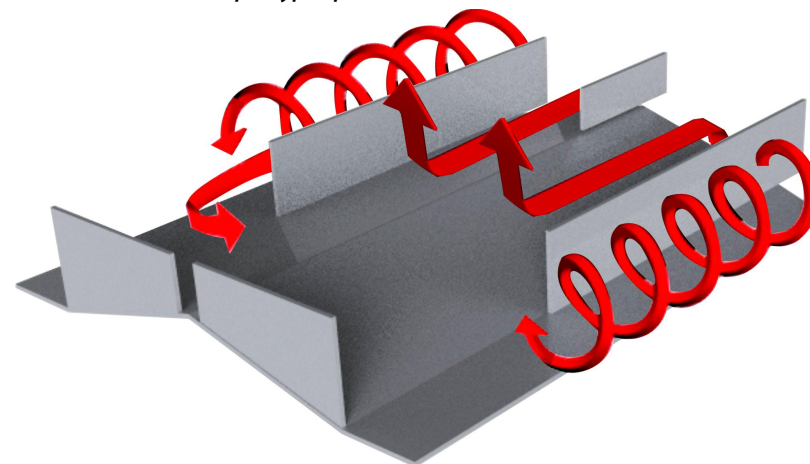

Рисунок 9.5.1. Вихревой эффект в топке печи. Система VORTEX.
**Примечание:** Вихревой эффект в топке (в зоне Б) существенно улучшает характеристики печи – разжигать легко, камни нагреются быстро и до высокой температуры (рис. 9.5.1.).